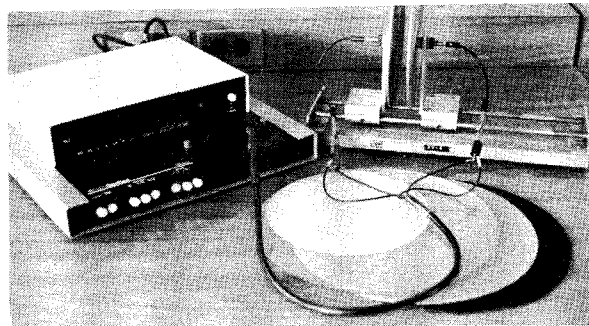

FIGURA 4
- a) Con ayuda del profesor y con los elementos mostrados en la figura 4, determine la permitividad promedio del aire y la permitividad relativa de tres dieléctricos.